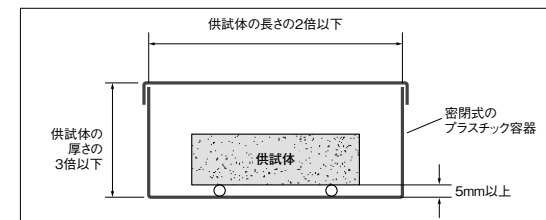

図10.11 湿潤状態にする装置の概略図
- ①0.1mm単位以上の精度で測定できるノギス
- ②1g単位以上の精度で測定できるばかり
- ③温度105±5℃に保持できる乾燥機
- ④密閉式のプラスチック容器(図10.11)
保水量試験に用いる供試体はブロック有姿とし、製品の温度105±5℃の乾燥機で一定質量になるまで乾燥した後、常温まで冷却したものとする。このときの供試体の質量を量り、これを絶乾質量(m_d)とする。この供試体を15～25℃の水中に24時間浸せきした後、15～30℃の室内で図10.11に示すプラスチック製の密封容器中に30分間静置した後取り出して湿った布で表面の水膜をふき取って質量を量り、これを湿潤質量(m_w)とする。供試体の体積(V)は、表面積に厚さを乗じたものとする。厚さは3か所、幅及び長さ2か所測定し、その平均値とする。なお、表面積は公証寸法から求めてもよい。保水量(W)は、次の式によって算出し、数値は四捨五入を行い小数点以下2桁に丸める。